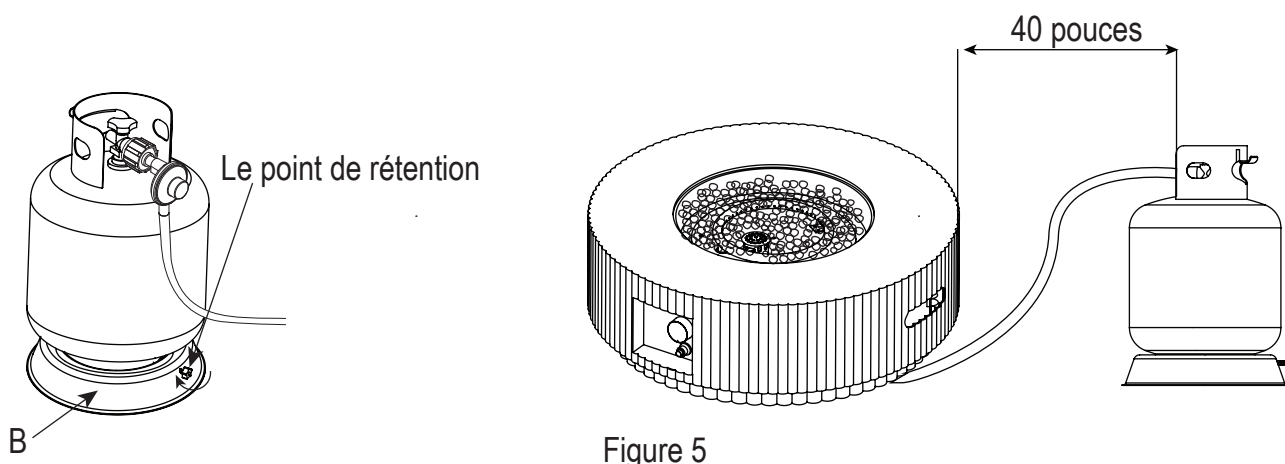

Figure 5
5. Fixez la bouteille en serrant dans le sens des aiguilles d'une montre le point de rétention situé sur le siège du réservoir (B) (voir la figure 5), de sorte que la bouteille ne puisse pas bouger d'un côté à l'autre ou tomber.